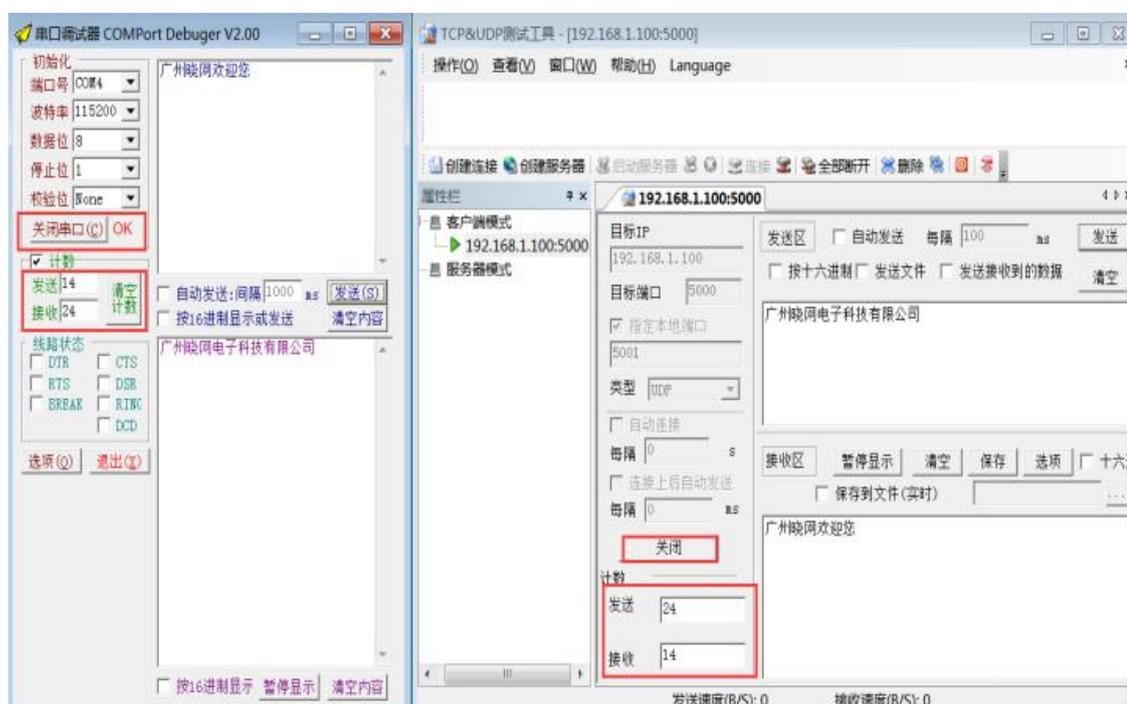

图 5.18
8. 出现“关闭”和“关闭串口 OK”说明连接成功，然后进行串口和 pc 端的数据发送接收测试，如果两边收发的数量相同，则测试成功。如图 5.18 所示。